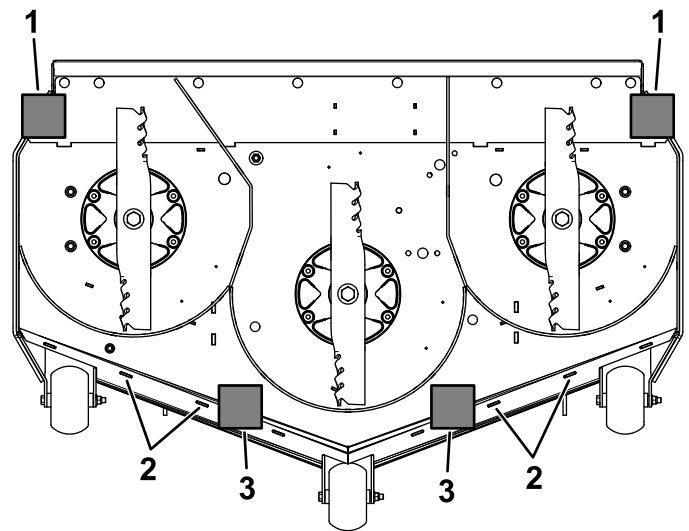

Figura 79
9. Coloque dos bloques (consulte la tabla Altura de los bloques e inclinación) debajo del borde trasero del faldón de la carcasa de corte, uno en cada lado de la carcasa de corte (Figura 79).
12. Gire cuidadosamente las cuchillas colocándolas perpendicularmente al sentido de avance de la máquina (Figura 79).